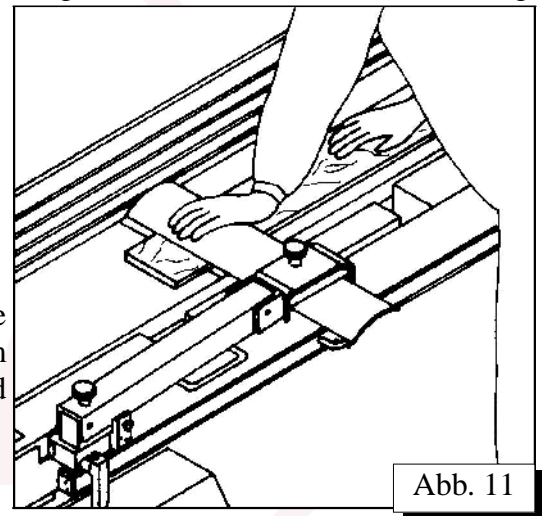

Abb. 11
Abrichten /Abb.11,12,13/
- Das Werkstück nach vorne mit Flächen der beiden Hände ausdrücken, wie bei Werkstücken mit Dicke bis 65 mm /Abb. 11, 12 und 13/.